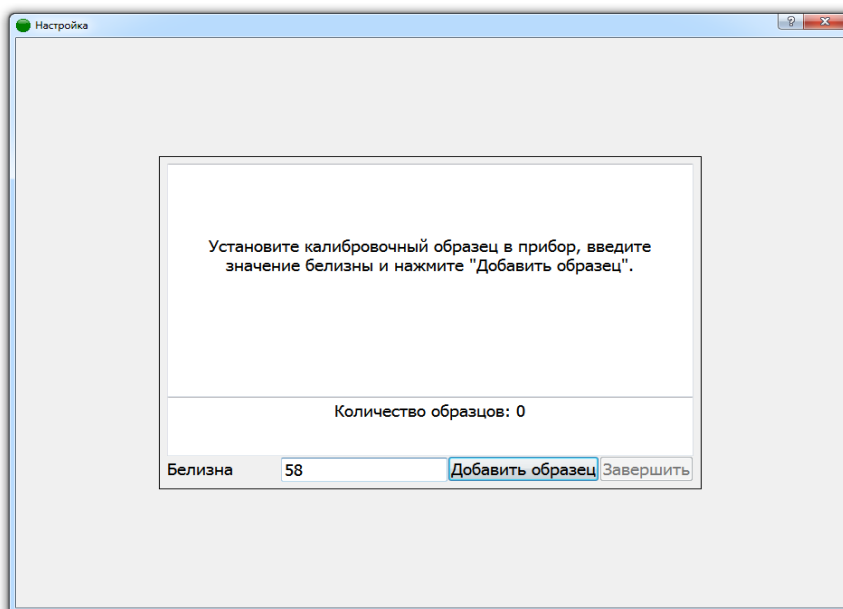

Рисунок 15.17
4. Перейти в меню «Настройка» (Рисунок 15.17)